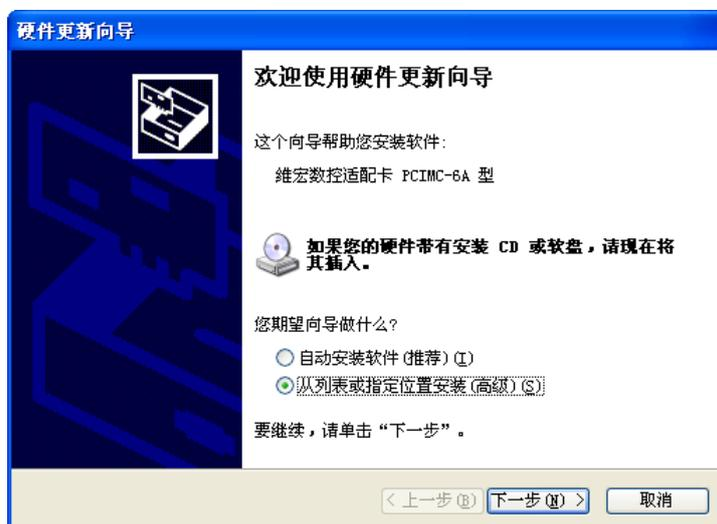

图 2-7 开始更新硬件驱动程序
- 1) 鼠标右键点击“我的电脑”选择“属性”，在“系统属性”页面下选择“硬件”下的“设备管理器”，找到“数控适配器”，选中并点击鼠标右键，选择“更新驱动程序”，即可开始更新硬件驱动，如图 2-7 所示：